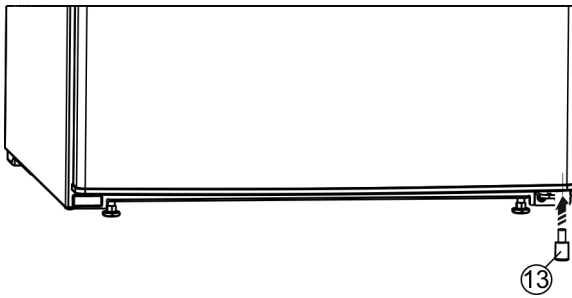

Fig. 10
- ▶ Colocar la pieza distanciadora *Fig. 10 (13)* de nuevo en el lado inferior derecho de la puerta, puesto que es importante para la estabilidad del aparato.